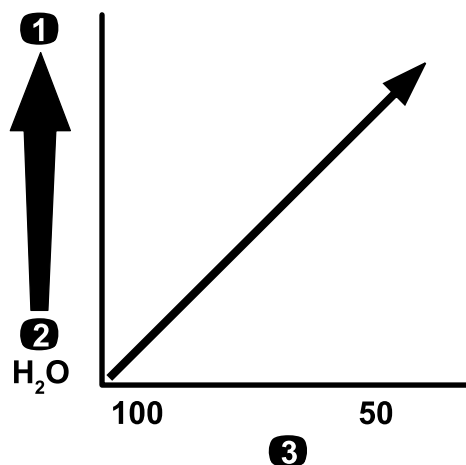

Рисунок 81
**Внимание:** При распылении химикатов с более высокой вязкостью (более плотных) или растворов со смачивающимися порошками может потребоваться применение более грубого сетчатого фильтра для приобретаемого отдельно фильтра наконечника; см. Рисунок 81.